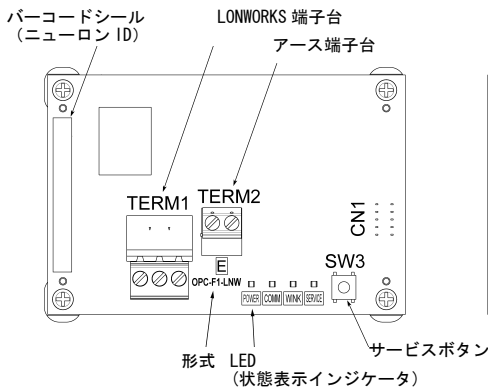

図1 カード表面
- (1) LONWORKS インタフェースカードが入っていることを確認してください。
- (2) カード上の部品の破損、凹み、反りなど輸送時での破損がないことを確認してください。
- (3) カード上に形式「OPC-F1-LNW」が印刷されていることを確認してください。（図1）
- (4) カード上にバーコードシールが貼付けてあることを確認してください（図1）。また貼付け前のバーコードシールが製品に1枚同梱されていることを確認してください。